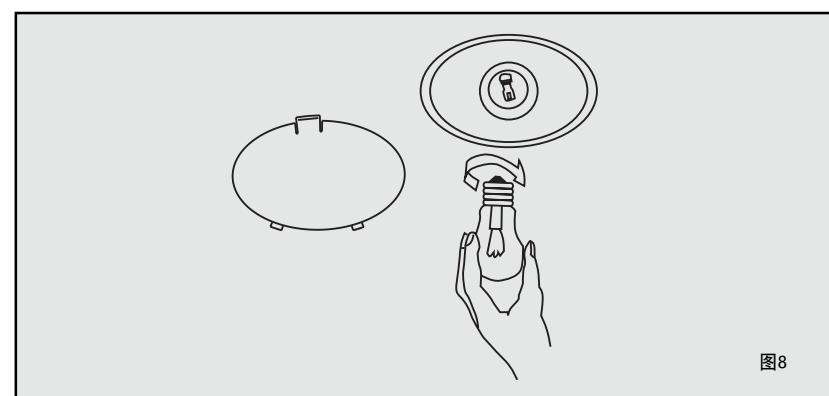

图8
3、旋下要更换的灯泡，重新装入新的螺口小灯泡。灯泡功率不得大于25W（如图8所示）。